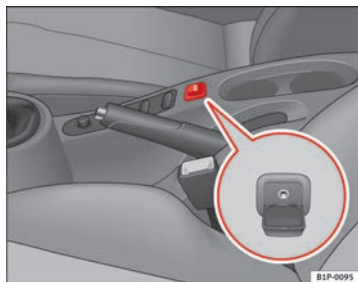

Fig. 101 Conector para la entrada auxiliar de audio
- Levante la tapa AUX ⇒ fig. 101.